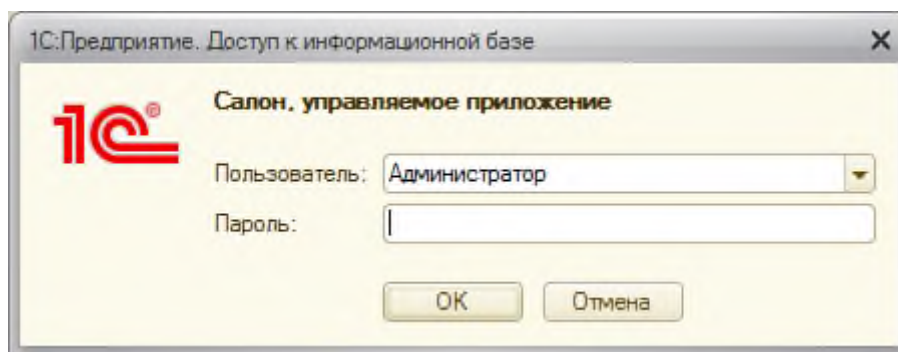

Рисунок 2.16 - Окно выбора пользователя
2.6 Проверим результаты нашей работы в режиме 1С:Предприятие. После запуска конфигурации появится окно выбора пользователя, Рисунок 2.16.